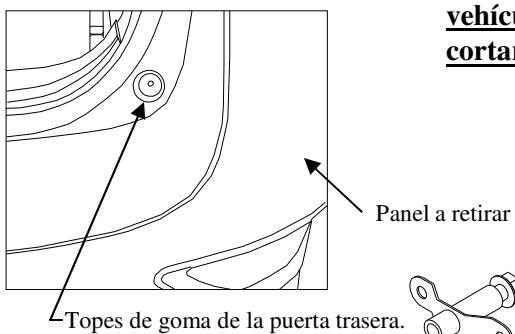

Figura 2
b. Abra la puerta trasera. Retire los dos topes de goma de la puerta trasera. Ver Figura 2.